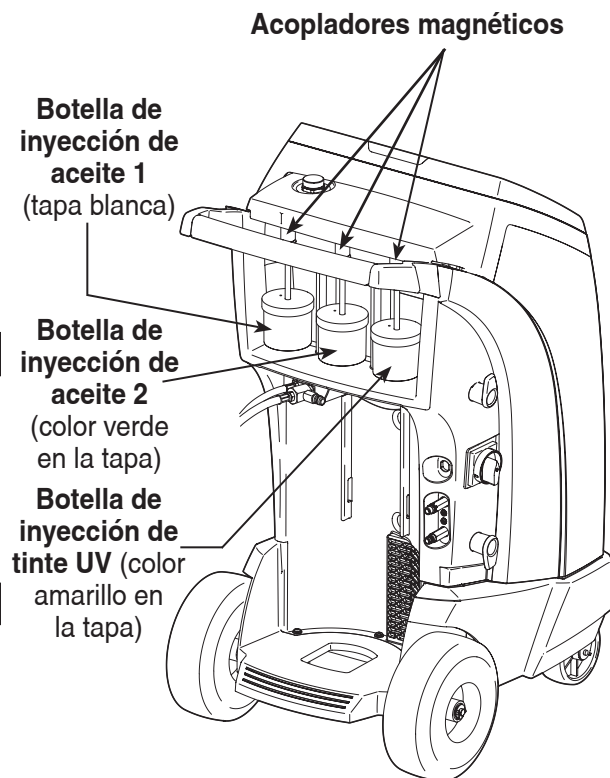

Figura 21
1. Quite las botellas de inyección de aceite y de inyección de tinte de sus balanzas. Consulte la Figura 21.